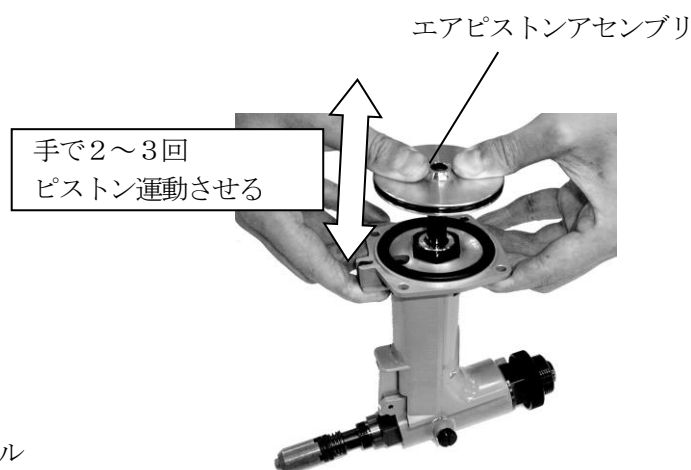

図7-10
- (8) エアピストンアッセンブリを引き抜き、再度油圧オイルを(6)の要領で注入し、フィルスクリュを仮締めして下さい。
- (9) エアピストンアッセンブリを押し込み、手で2~3回ピストン運動させた後、再度エアピストンアッセンブリを引き抜き、油面を確認してください。(図7-10)